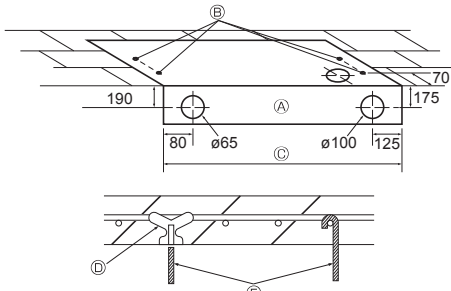

Fig. 3-3
**3.2.3. กำหนดตำแหน่งที่จะติดสลักเกลียวสำหรับแขวนและท่อระบายน้ำ (Fig. 3-3)**